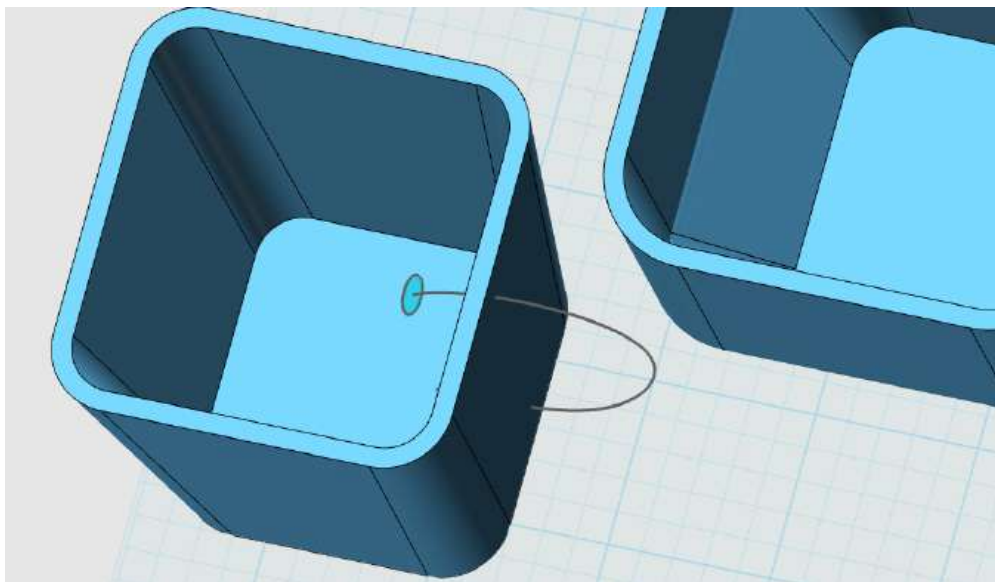

图 2-5
Step 5 点击确定，完成椭圆绘制，点击中间对勾命令，完成草图，如下图 2-5 所示：